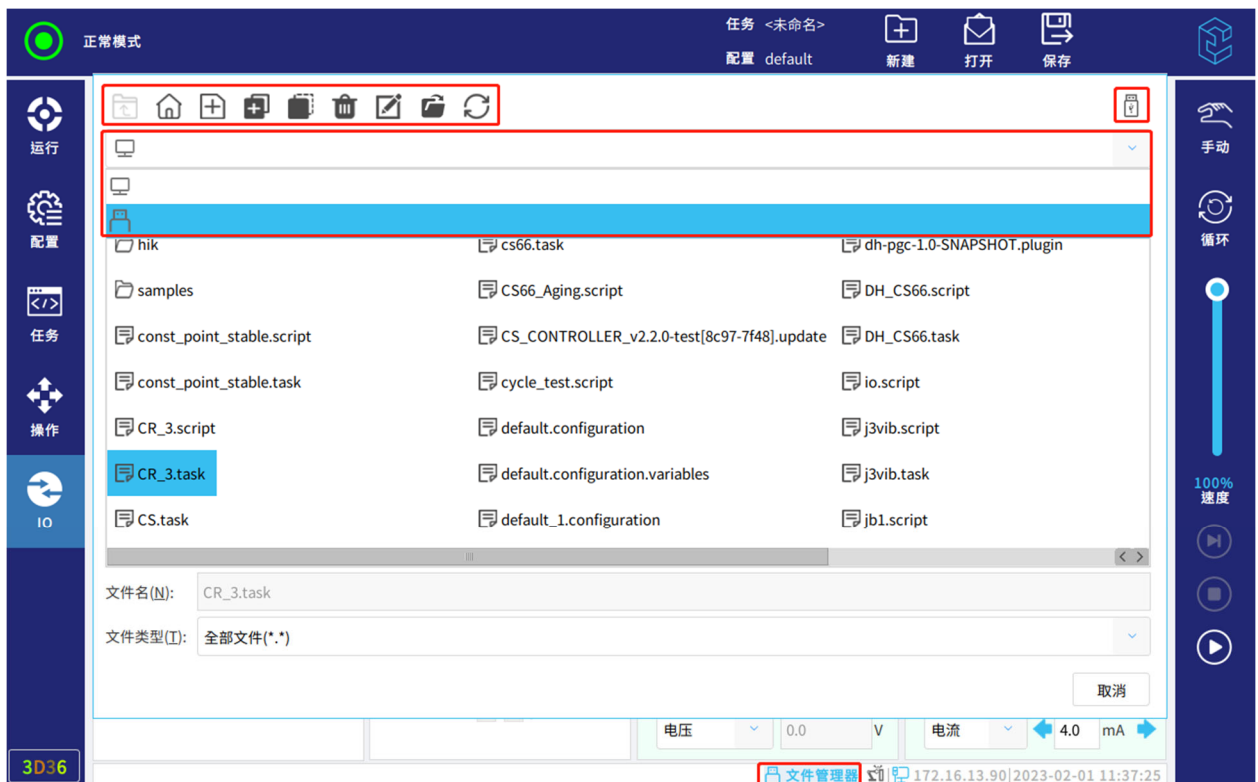

图 8-9 文件管理器界面
- 点击 ，将粘贴已经拷贝的文件，注意请在粘贴前选择要粘贴的目录，如将 U 盘中的文件拷贝至本地，请在拷贝后点击路径栏进行切换，将 U 盘图标切换至本地目录，并粘贴在 U 盘中拷贝的文件，如需拷贝至指定文件夹，请先点击对应的文件夹，再进行粘贴，如图 8-9 所示；